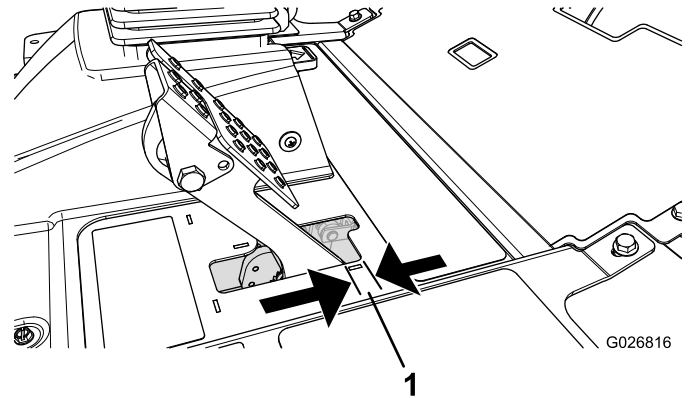

Figura 95
Ajuste os travões se o pedal do travão apresentar uma folga superior a 2,5 cm ou quando os travões não funcionarem de forma eficaz (Figura 95). Folga é a distância percorrida pelo pedal antes de se verificar qualquer resistência ao movimento.
2. Aperte a porca traseira para deslocar o cabo para trás até que os pedais dos travões apresentem uma folga de 0,63 a 1,27 cm antes de alcançar o bloqueio (Figura 95).